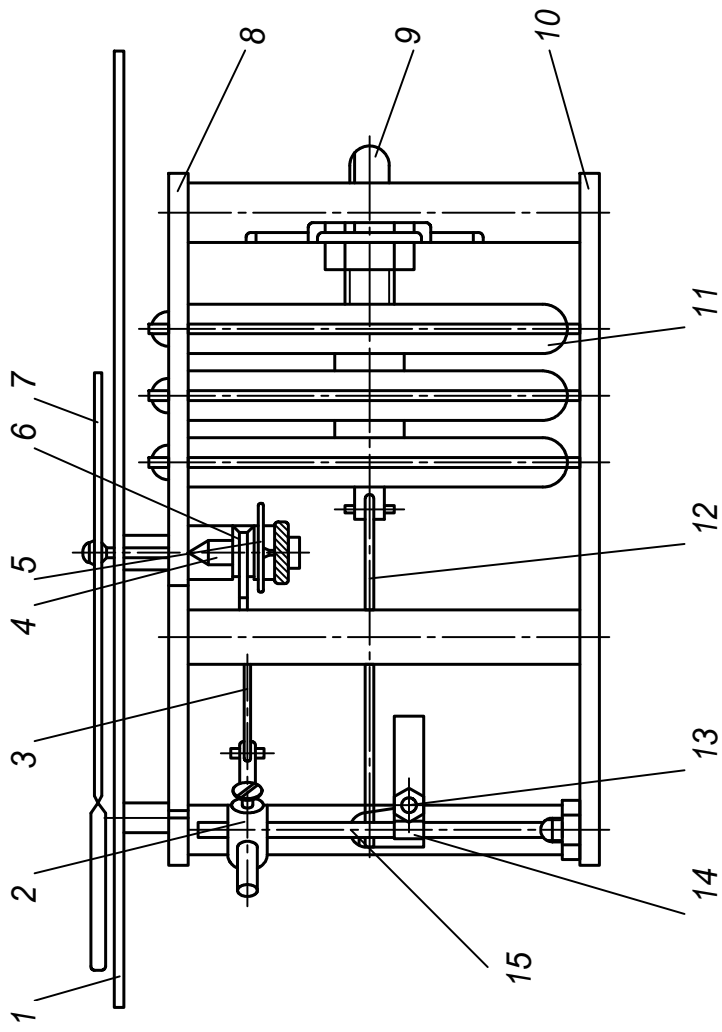

Рис.1. Механизм.
4.2. Механизм барометра (рис.1) расположен между двумя платами 8 и 10. Приемник давления состоит из трех последовательно соединенных анероидных коробок 11. Один конец блока коробок неподвижен, а ко второму шарнирно прикреплена жесткая тяга 12, второй конец которой, в свою очередь, шарнирно связан с вилкой регулятора 14, установленного на промежуточной оси 15. При увеличении или уменьшении плеча регулятора с помощью винта 13 соответственно уменьшается или увеличивается чувствительность барометра. На оси 15 находится также движок 2, с которым скреплен конец отрезка гибкой пластинчато-шарнирной цепочки 3, второй конец цепочки закреплен на небольшом ролике 6, напессованном на оси 4, на которой плотно сидит стрелка 7. Зазоры во всех подвижных соединениях деталей механизма барометра ликвидируются спиральной пружиной (волоском) 5.